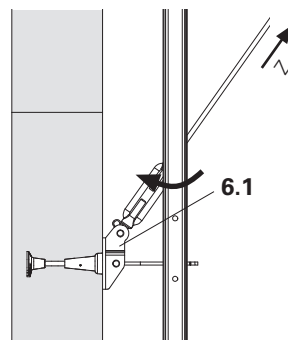

Fig. B1.39
6. Inserir o olhal Ø 25-M20L (7.5) na ligação do contraventamento CB (6.1) e fixar com as respectivas cavilhas e grupilhas. (Fig. B1.39)
(Fig. B1.39)